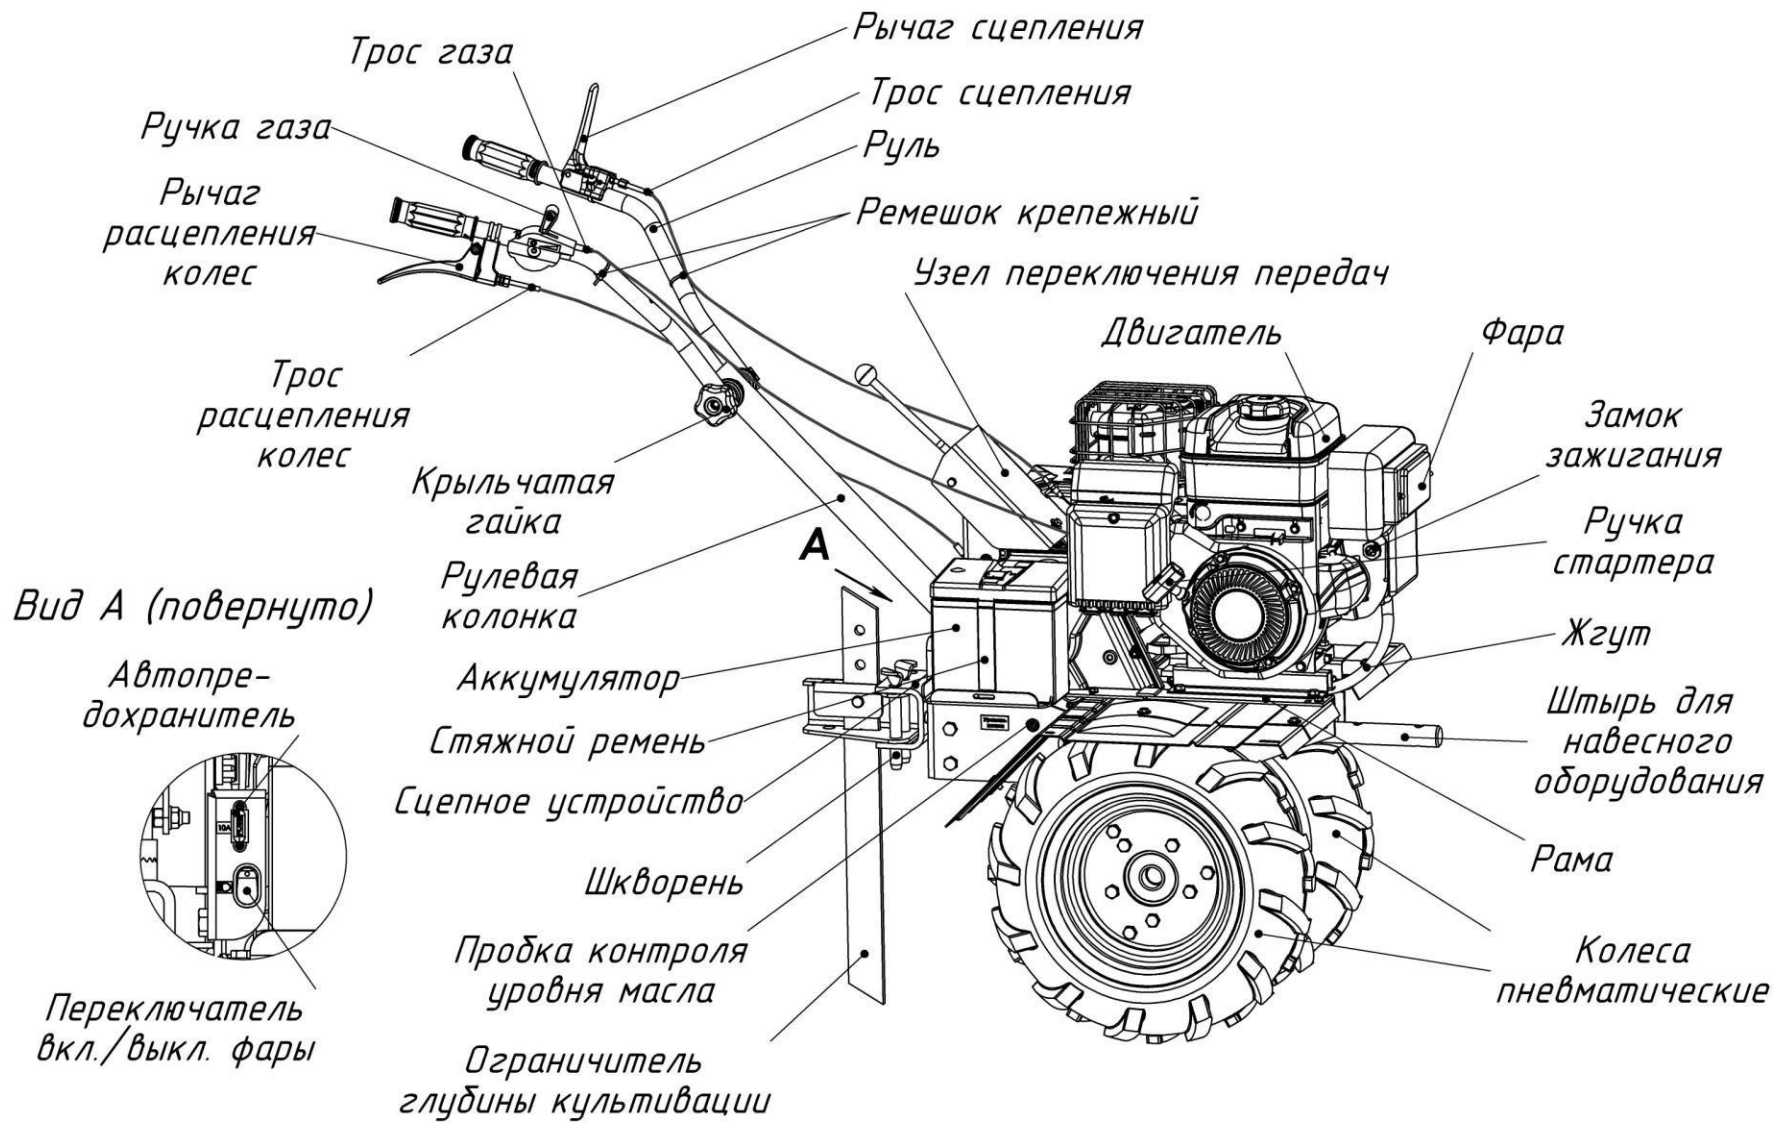

Рис.1. Общий вид мотоблока (вид справа).
МБ2 (рис. 1, 2) – это одноосный универсальный силовой агрегат, предназначенный для работы как с устройствами, входящими в штатную комплектацию, так и с различными сменными орудиями, и состоящий из:
**Фара** – устанавливается в передней части мотоблока, предназначена для освещения во время движения. Для включения/выключения света следует нажать на переключатель, установленный на мотоблоке (рис.1).
**Рукоятка переключения передач** (рис.1, 7.1-7.3) расположена на редукторе и выведена в сторону оператора.
**Ручка газа** (рис.1, 3) – расположена на правой рукоятке руля, предназначена для управления положением дроссельной заслонки двигателя и его остановки.
**Рычаг сцепления** (рис.1, 4) – расположен на левой рукоятке руля, предназначен для включения/выключения сцепления.
**Рычаг расцепления колес** (рис.1, 5) – расположен на правой рукоятке руля, предназначен для отключения привода левого колеса.